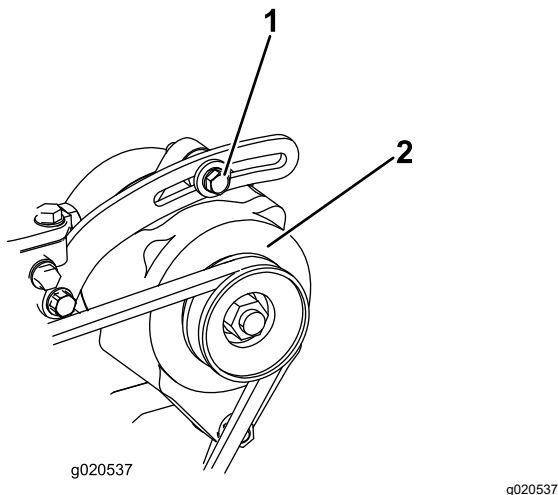

Figura 144
3. Verificai tensiunea curelei alternatorului apăsând (Figura 144) la mijlocul distanței între alternator i fuliile arborelui cotit cu o foră de 10 kg.
4. Slăbiți urubul care fixează alternatorul pe suport i urubul de pivotare a alternatorului. (Figura 144)